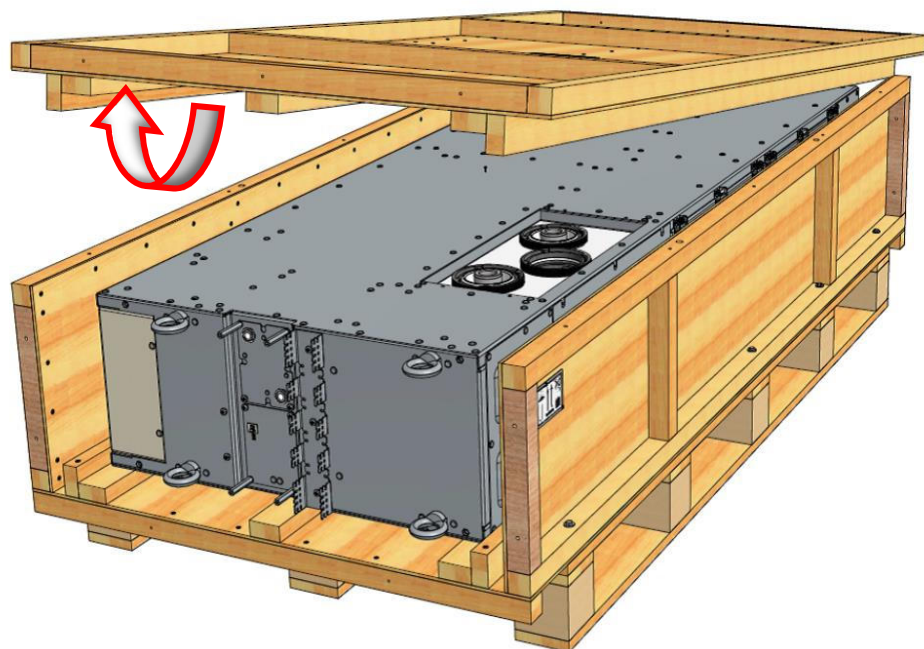

Рис.3.3. Снятие верхней крышки упаковки
2. Снять верхнюю крышку упаковки, рисунок 3.3.